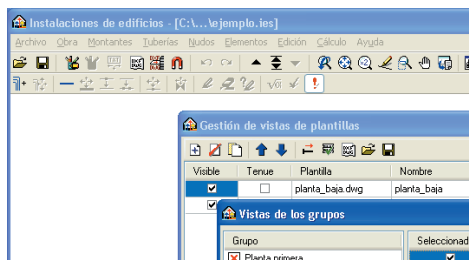
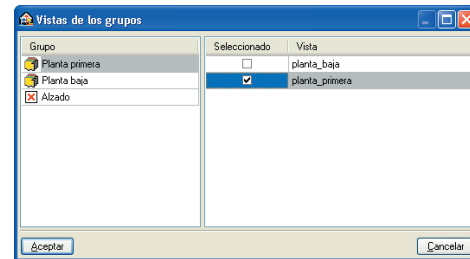

Fig. 4.2
Fig. 4.3
- Asigne al grupo **Planta baja** la vista **planta_baja** (Fig. 4.2) y al grupo **Planta primera** la vista **planta_primera** (Fig. 4.3).